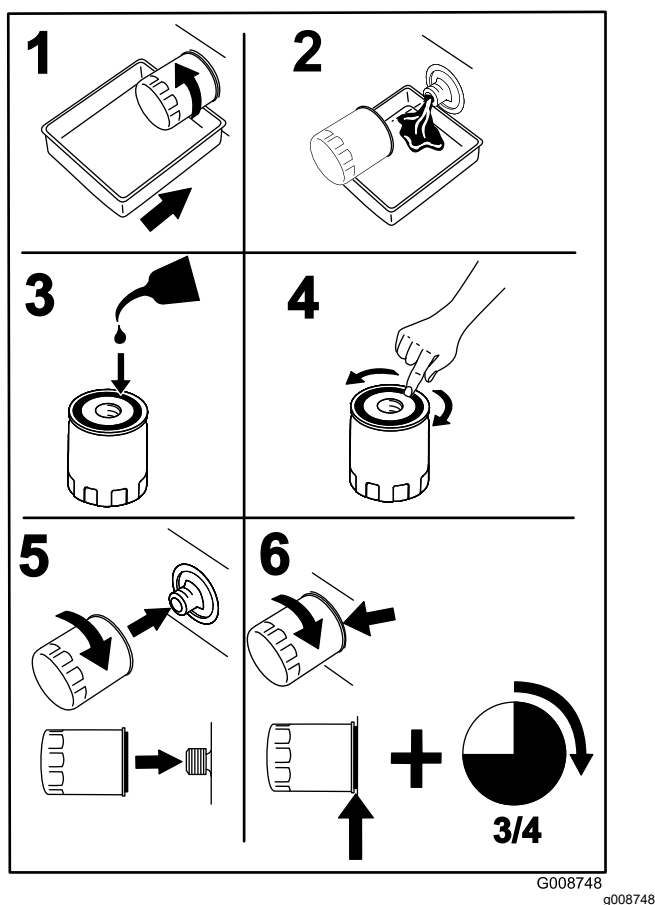

Figura 71
8. Coloque un recipiente debajo del filtro del distribuidor (Figura 71).